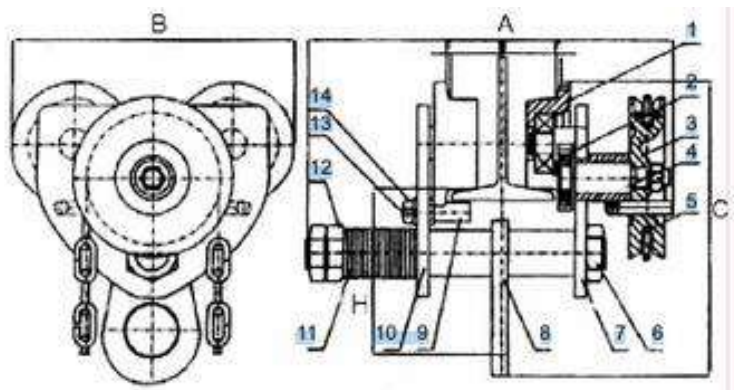

Рисунок 1. Габаритные размеры тележка приводная для тали тип В.
Тележка с приводом (см. рисунок. 1) состоит из левой пластины (10), правой пластины (7), подвешного штифта (6), подвесной пластины (8), ручного колеса (3), вала (4) и т.п.
• При монтаже тележки количество регулировочных шайб с внутренней и внешней стороны пластины должно быть одинаковым. С целью правильной установки внешнего зазора F между колесным фланцем и двутавровой балкой количество регулировочных шайб с внутренней стороны пластины в случае необходимости может быть увеличено или уменьшено на единицу (см. рисунок 1).
• После монтажа тележки на двутавровой балке, подтяните гайки (12) на подвесном штифте (6) и проверьте работоспособность тележки при малой нагрузке. При хорошем контакте колес с двутавровой балкой затяните стопорные гайки. При затяжке гаек соблюдайте осторожность.
• После монтажа тележки с приводом на двутавровой балке (см. рисунок 1) необходимо выставить зазор F между вращающейся втулкой (9) и основанием двутавровой балки, для чего ослабьте гайку (14) и передвигайте ось (13) до установления требуемого согласно спецификации значения, после чего затяните гайку (14).